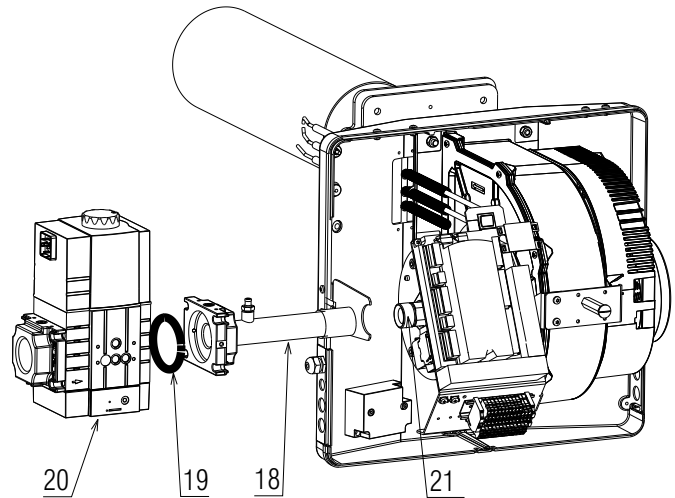

Abb. 15
- Das Gasventil 20) den 4 im Lieferumfang enthaltenen Schrauben 18)(Abb. 15) am Flansch (Abb. 15) befestigen.
- Achten Sie auf das Vorhandensein der Dichtung 19)(Abb. 15) und auf die Gasdichtheit.
Verwenden Sie ein geeignetes Dichtungsmit-tel und prüfen Sie die Gasdichtheit (Abb. 15).